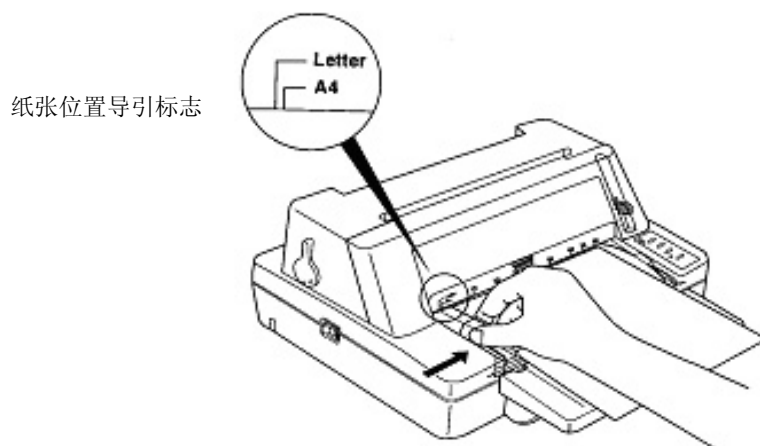

图 3-3 调整单页纸
4. 根据打印机盖左边的标示可调整单页纸进纸位置。A4 和信纸的大约进纸位置标示在机盖的左下边沿（如图 3-3 所示）。